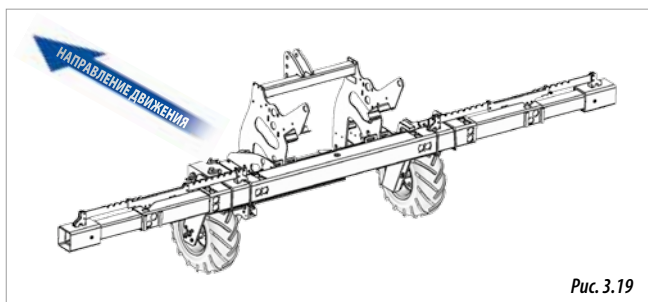

Рис. 3.19
- ПРОСТАЯ ТЕЛЕСКОПИЧЕСКАЯ РАМА ГИБРИДНАЯ (рис. 3.19).